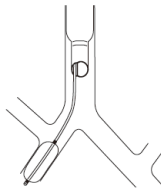

Fig.10
4. Para un paciente con el lóbulo superior del pulmón derecho situado muy cerca de la bifurcación traqueal, el bloqueo de los lóbulos medio e inferior del pulmón derecho, en lugar de todo el pulmón derecho, se puede lograr colocando el bloqueador en el bronquio intermediado (Fig. 10).